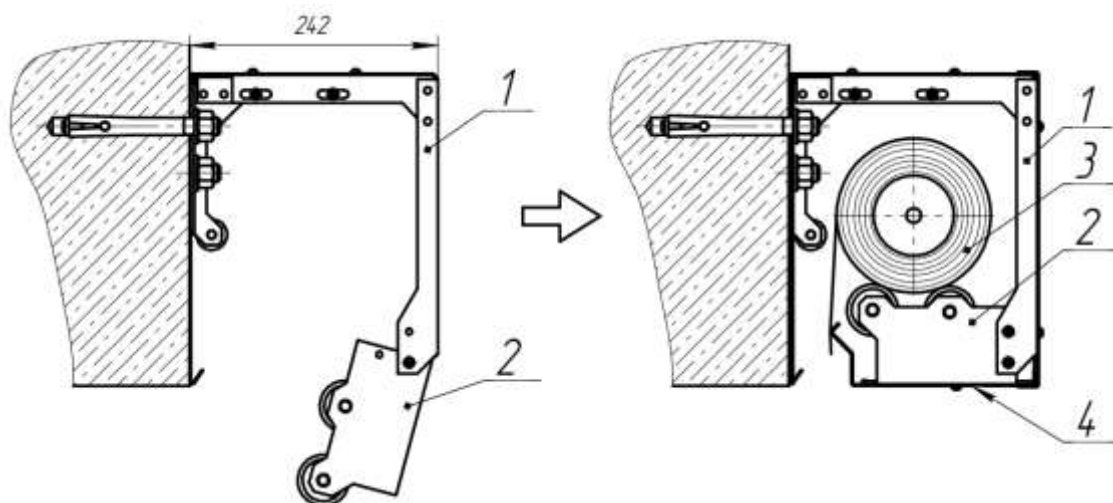

Рис. 5 – Схема установки намоточного вала.
3. Навесить и выровнять оставшуюся часть консоли (раму и кронштейн с роликами, поз.1,2) согласно схеме, изображенной на рис. 5, при этом нижнюю раму роликов (поз.2) консоли временно закрепить только с помощью нижних винтов.